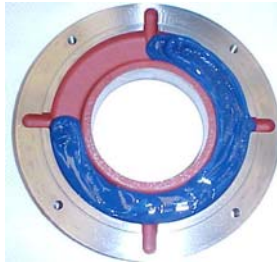

Рисунок 7.4: Кольцо наружной фиксации подшипника
- Заполните $\frac{3}{4}$ внутреннего резервуара колец наружной и внутренней фиксации рекомендуемым смазочным веществом (Рисунок 7.4) и смажьте втулку достаточным